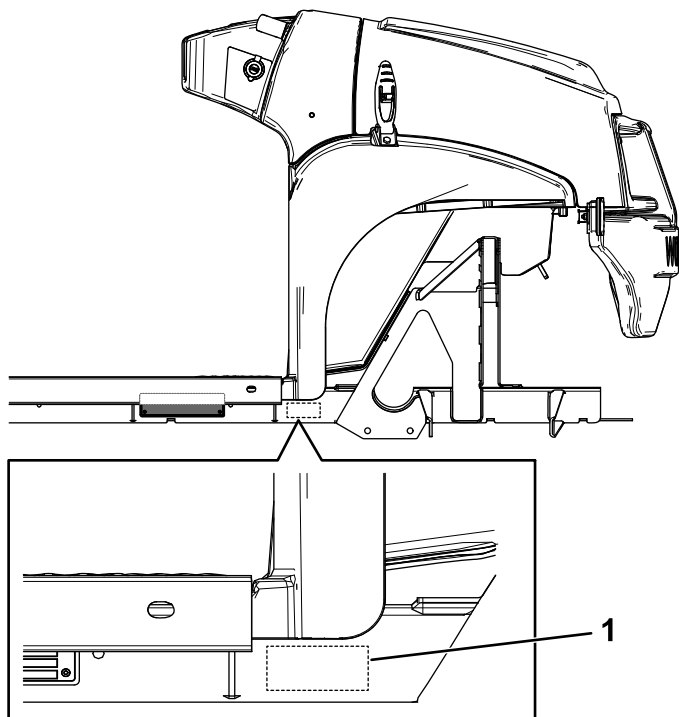

Figura 7
2. Applicate il numero di serie sulla macchina, nel punto indicato nella Figura 7.